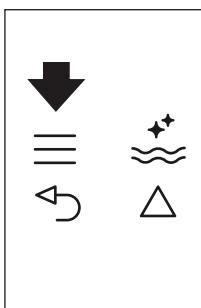
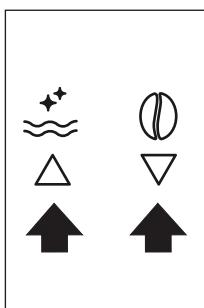

Рис. 22
Рис. 9
- Нажмите значок X (B2) для входа в меню (рис. 22). Нажимайте значки X (B7) и (B8) (рис. 9), пока на дисплее не появится сообщение PROGRAM COFFEE (ПРОГРАММА КОФЕ).